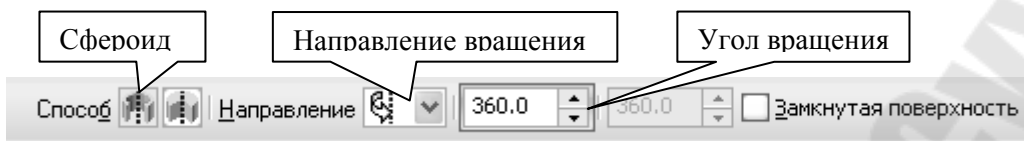

Рис. 62
На панели свойств команды **Вращение** (рис. 62) выберем **Способ построения – Сфероид**.
7. Угол вращения 360° задается в окне на панели свойств команды **Вращение** (рис. 62).